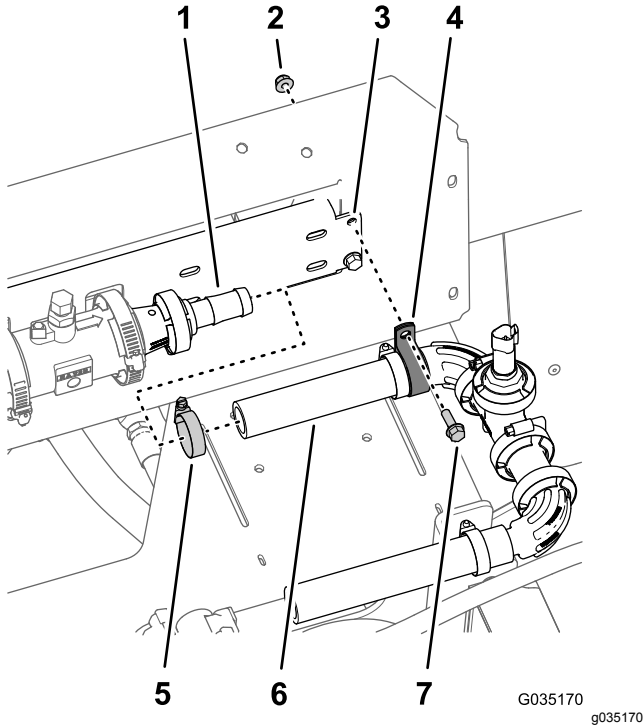

Figura 59
- Monte la manguera (1" x 7-1/4") que está conectada al transductor de presión y al distribuidor (Figura 59) en el acoplamiento con brida dentado (1").
- Sujete provisionalmente la manguera al acoplamiento con brida dentado con una abrazadera (Figura 59).
- Sujete el transductor de presión y el distribuidor a la ranura del bastidor del distribuidor usando una abrazadera en R (Figura 59) y el perno con arandela prensada (1/4" x 3/4") y la contratuerca con arandela prensada (1/4") que retiró en el paso 5 de Desmontaje de las válvulas de sección de los brazos del soporte del distribuidor \(página 26\).